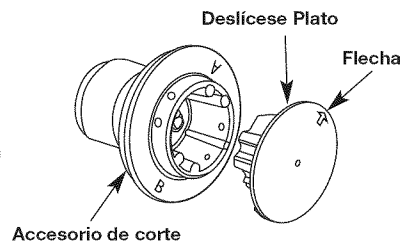

Fig. 15
- Reinstale la placa de deslizamiento (Fig. 15). Alinee la flecha con: